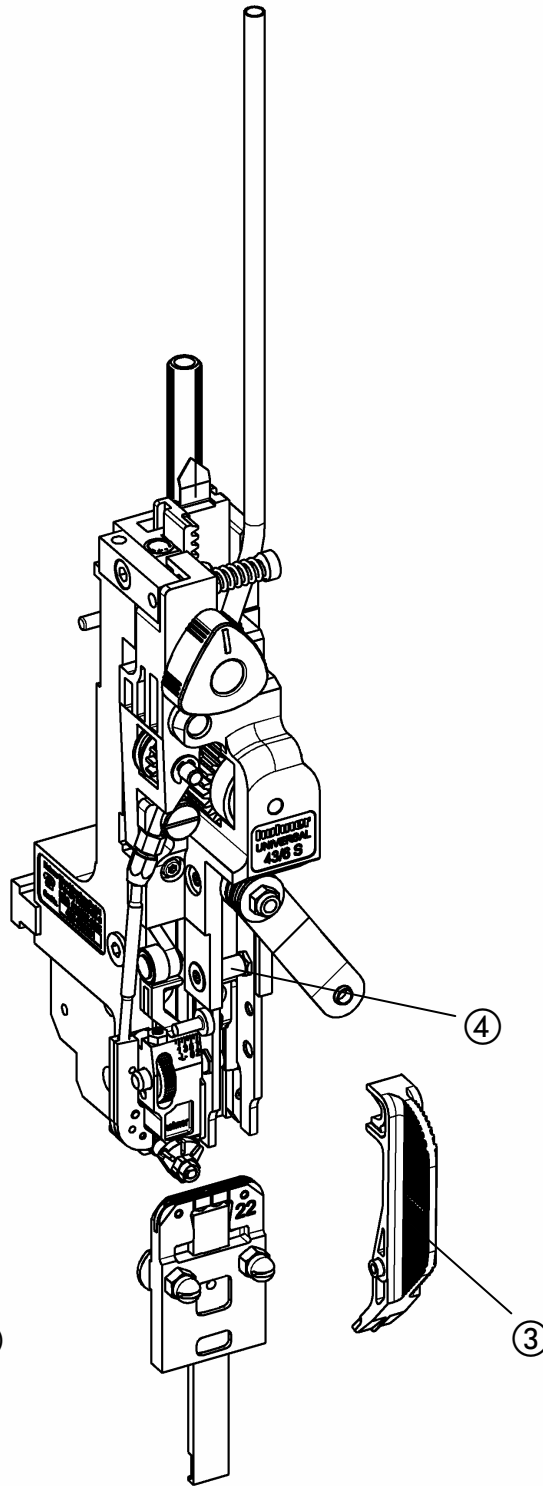
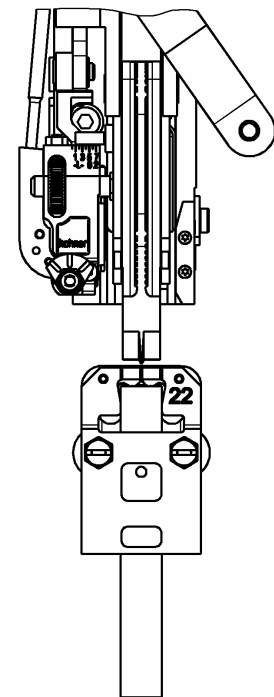

Fig. 8b
Fig. 8c
- Fig. 8b, Fig. 8c -
- Desmontar el moldeador (véase cap. 4.2.1). Colocar el calibre ③ en el perno receptor del moldeador ④ y girar hacia abajo contra el tope. En esta posición se ejecuta el centrado exacto alineando el calibre con las marcas de la escala en la caja del remachador.
- Apretar la tuerca de fijación ① y retirar el calibre ③. Instalar de nuevo del moldeador.